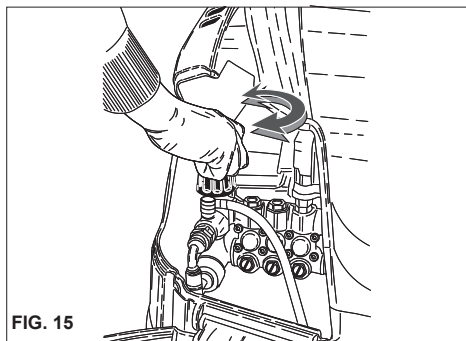

FIG. 15
Det här kapitlet innehåller bara de modeller som är försedda med tryckregulator. Med tryckregulatorn fig. 15, kan operatören ställa in arbetstrycket. Drifttryck minskar då ratten C vrids motsols mot (B) (minimum).
- 2) Starta tvättaggregatet, aktivera rengöringsmedlets suganordning på sprutröret och fördela (fig. 15) det på ytan som ska tvättas nerifrån och upp. Låt verka under några minuter.